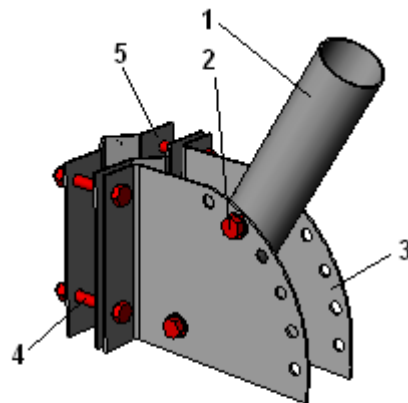

Рис. 2. КРТР
1.2. Кронштейн КРТР (рис. 2) предназначен для крепления светильника на вертикальном столбе (вертикальной стойке).
- 1.3. Диаметр столба (стойки), на котором крепится КРТР – от 30 до 60 мм. Максимальный диаметр может быть несколько увеличен; для этого следует заменить болты 4 (рис. 2) на более длинные.
2.2. КРТР (рис. 2) состоит из двух щёк 3, изготовленных из листовой стали, и закреплённой между щеками стальной трубы 1. Обе щеки и труба стянуты болтами 2 с гайками. Для крепления на столбе кронштейн имеет два хомута 5 и стягивающие их четыре болта 4 с гайками. Щёки, труба и хомуты окрашены порошковой эмалью, болты и гайки – оцинкованы.
5.2. Для монтажа КРТР следует расположить его на столбе или стойке так, чтобы хомуты 5 (рис. 2) охватывали столб. Сориентировав кронштейн по высоте и углу, затянуть болты 4.